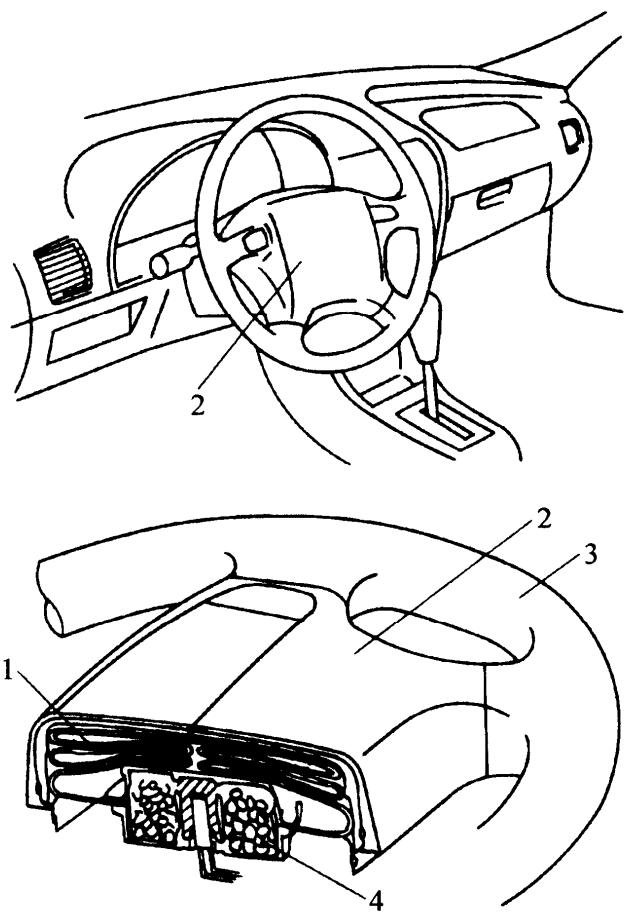

图 10-38 转向盘及驾驶员安全气囊模块的检查
(1) 转向柱和轴接头。检查转向柱的长度、损坏及弯曲情况。
(2) 检查转向柱支架损坏及弯曲情况，如有必要应更换。
(3) 检查方向盘和驾驶员安全气囊模块损坏情况及配合情况，见图 10-38，检查装饰盖板是否破裂，检查电路线束和连接器是否损坏及其松紧程度。若上述检查发现任何异常，应更换受损零部件。